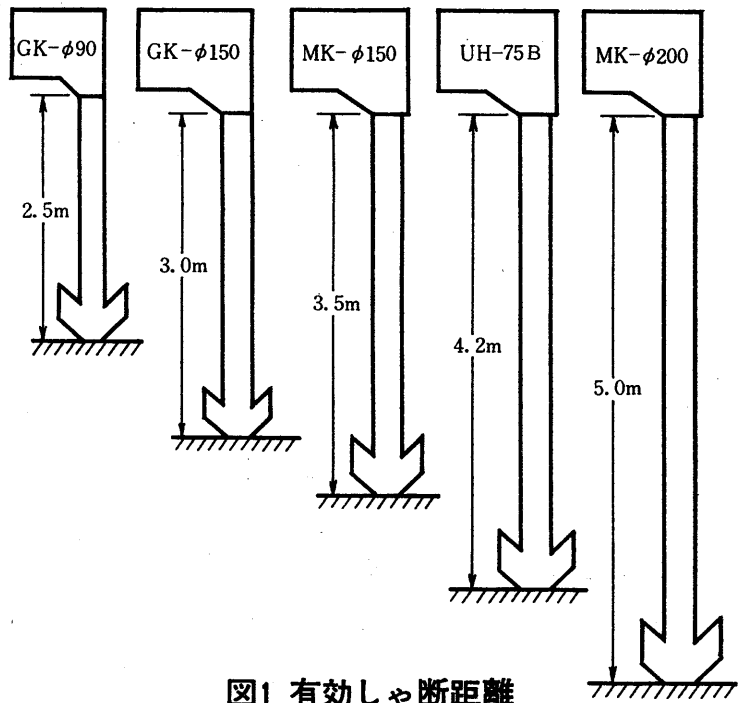

図1 有効しゃ断距離
(3) 取付場所の騒音による選定
(4) 有効しゃ断距離より選定
- 取付位置よりの高さ<しゃ断距離>から機種選定を行います。<図1参照>
(5) 取付間口の長さによる選定